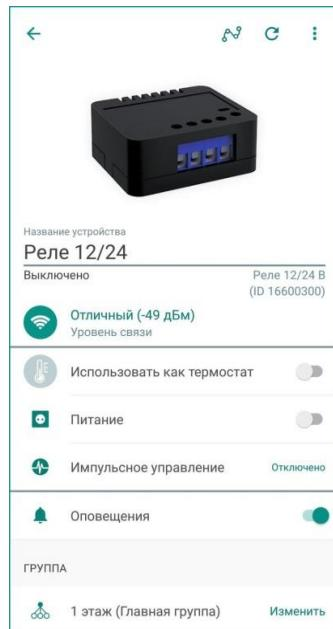

Рисунок 13.1 – Экран настройки реле
1. В приложении на экране настройки реле (в строке *Уровень связи*, см. рисунок 13.1).
Текущие уровень связи реле с хабом отображаются на экране настройки реле (см. рисунок 13.1):
Настройки работы реле могут быть изменены на экране настройки реле (см. рисунок 13.1):
На экране настройки реле (см. рисунок 13.1) вы можете отключить push-оповещения о включении и выключении реле. В этом случае записи о работе реле будут сохраняться только в Журнале событий и в разделе Статистика (см. п. 14).